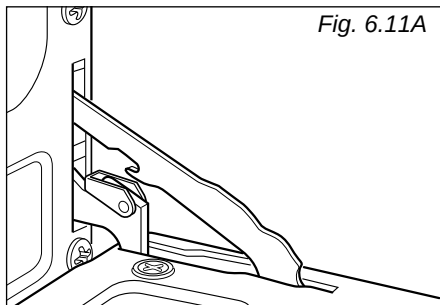

Fig. 6.11A
- Ouvrir complètement la porte du four (fig. 6.11A).